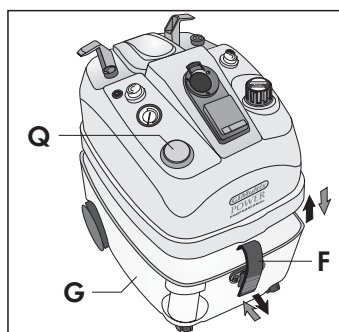

Fig. 6
- Togliere il tappo dal serbatoio detergente (Q). (**Fig. 6**)
- Riposizionare il tappo del serbatoio (Q) nella sua sede.